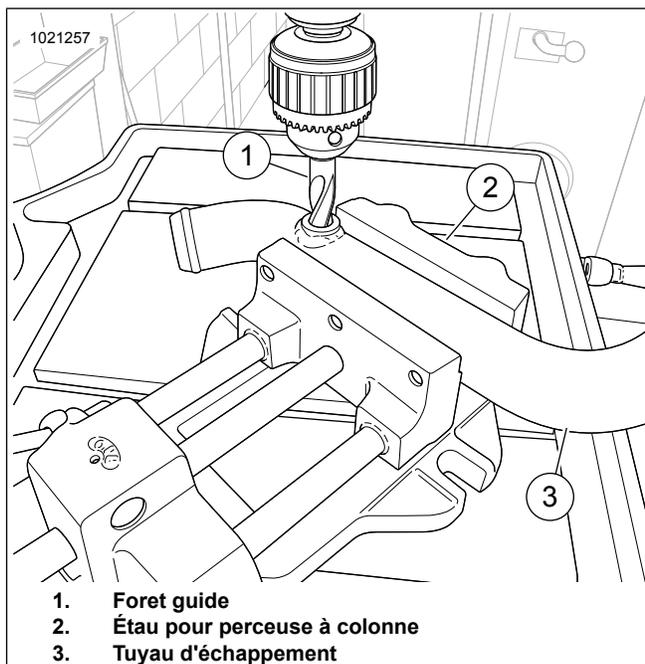

Figure 2. Perçage du tuyau d'échappement
- Tableau 2 Poser le foret guide (1) dans le mandrin de la perceuse.
4. Figure 2